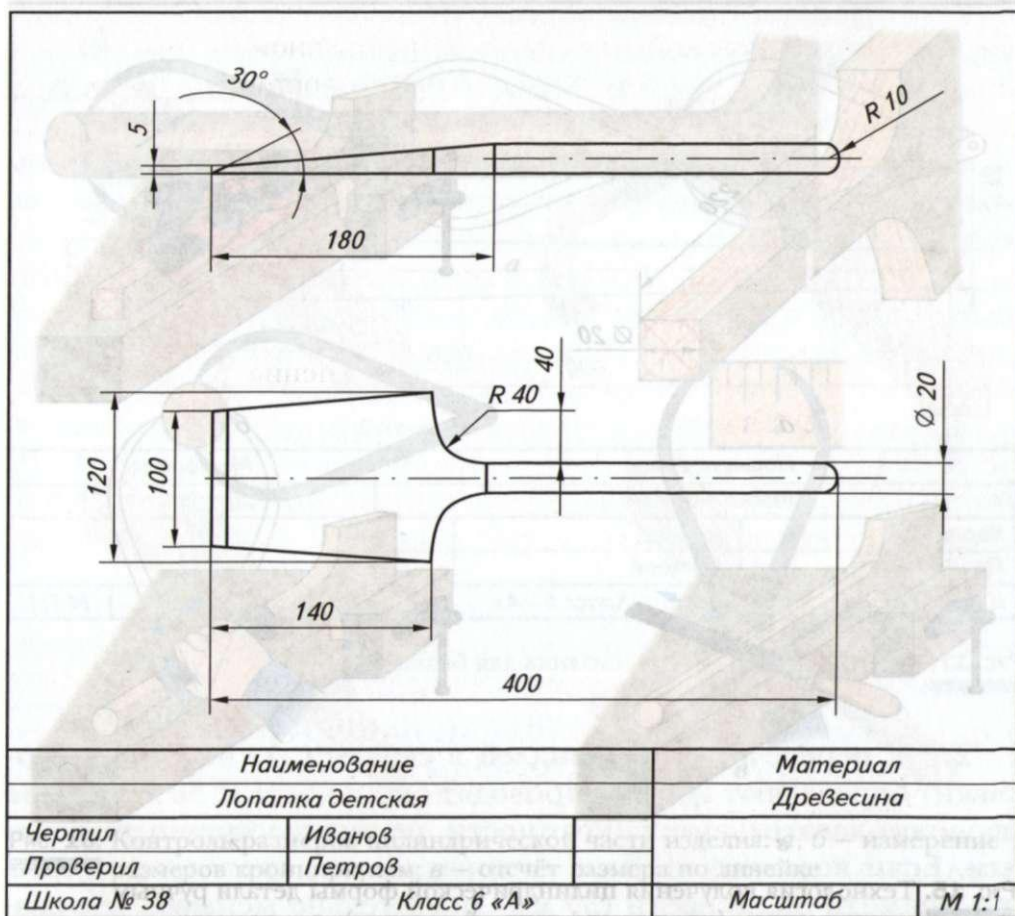
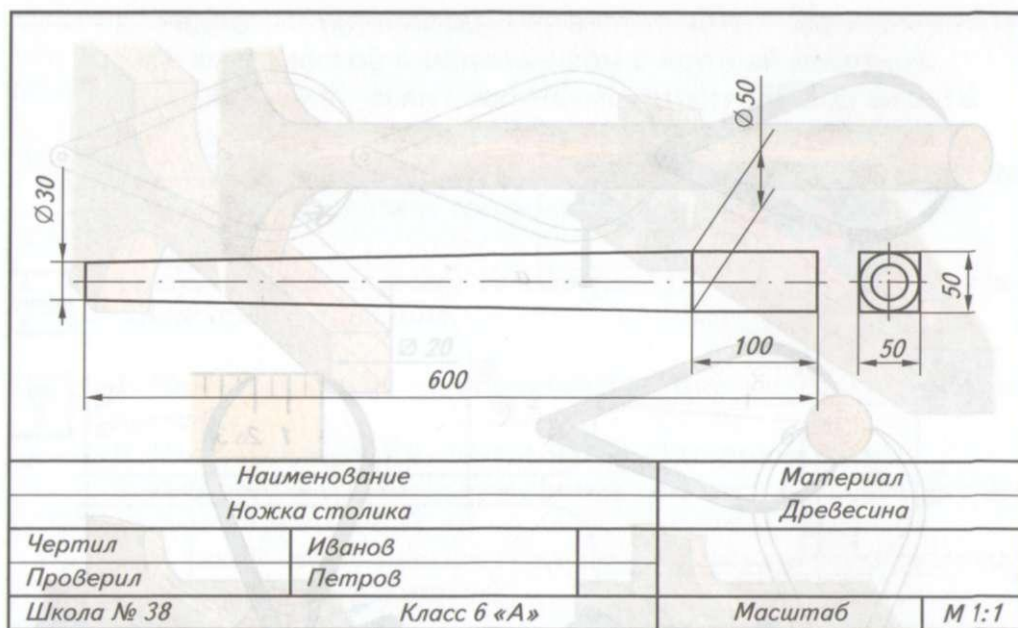

Рис. 14. Чертёж изделия «лопатка детская»
Рис. 17. Чертёж детали «ножка столика для балкона» (см. рис. 6, д)
Рассмотрим технологию получения цилиндрической формы детали на примере детской лопатки (см. общий вид лопатки в Приложении на рис. 103 и чертёж на рис. 14).
1. Получите у учителя заготовки для изготовления детской лопатки (см. рис. 14), деталей пирамидки (см. рис. 6, а), штанги карниза для кухни (см. рис. 6, в), стойки карандашницы (см. рис. 6, г), ручки садового рыхлителя (см. рис. 4, в), ножки столика (см. рис. 17) или подготовьте заготовки для своего проектного задания, если в изделии имеются детали цилиндрической или конической формы.